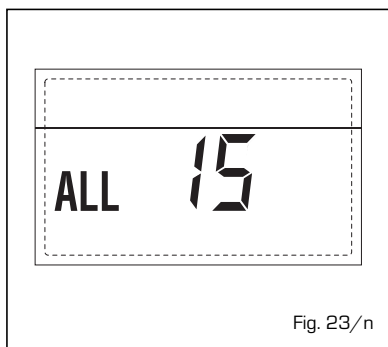

Fig. 23/n
- **INTERVENÇÃO TERMÓSTATO DE SEGURANÇA PRIMEIRA ZONA MISTURADA "ALL 20" (fig. 23/p)**